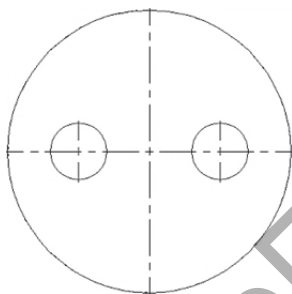

Рисунок 1.3
3. На системной панели инструментов щёлкните на кнопке «Создать изображение» и замените линии построения линиями изображения. Для этого щёлкните на кнопке «Специальный тип линий» и левой кнопкой мыши щёлкните по окружностям. Измените тип линии на осевую и проведите по точкам осевые линии (рис. 1.3).